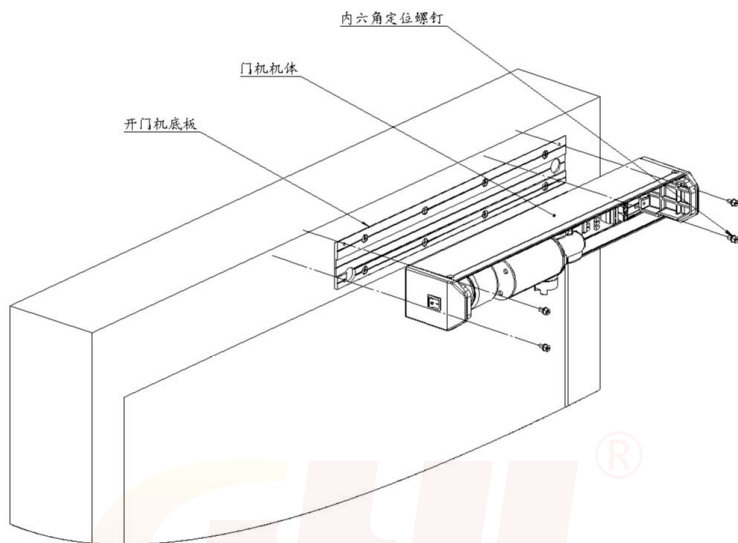

图 3-3
3. 将开门机主机整体通过主机底部的卡槽挂在已经安装好的底板上，注意对正两侧的固定孔位，并用先前取下的的内六角螺钉固定。见图 3-3